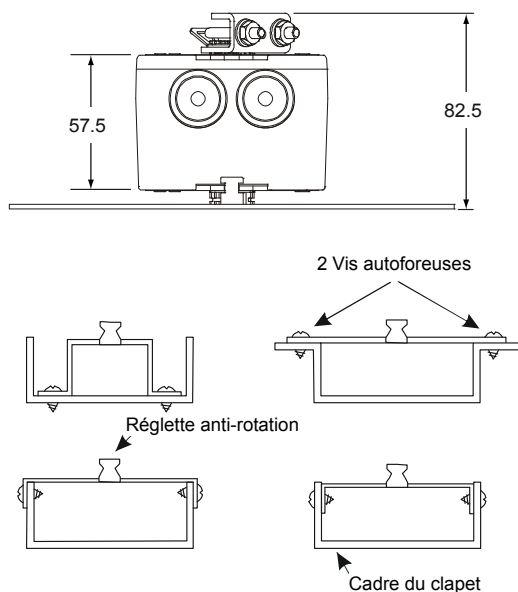

Figure 5 : Positions de montage de la réglette anti-rotation
2. Plier ou couper le support anti-rotation pour adapter le cadre du clapet ou du conduit, comme illustré à la figure 5.
5. Glisser le servomoteur sur l'axe du volet, et positionner la languette du support anti-rotation dans la fente au bas de l'actionneur comme illustré sur la Figure 5.